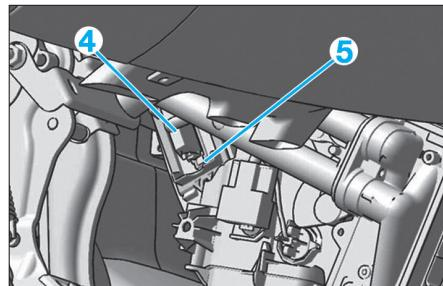

Fig. 16
- Débrancher le connecteur (4) (Fig.16), puis déclipser la résistance (5).